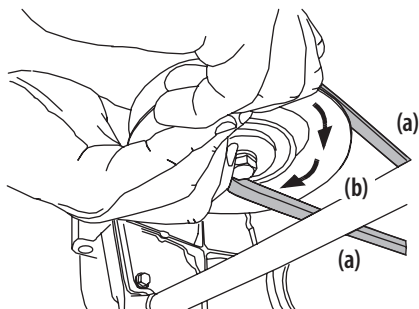

Figura 41
- d. Mientras sostiene la correa de la PTO (a) hacia abajo, siga girando la polea de la PTO (b) hasta que la correa de la PTO (a) se deslice fuera de la polea (b). Consulte la Figura 41.
8. Tire del lado derecho de la correa de la PTO hacia atrás y coloque el lado V angosto de la correa de la PTO en la polea de la PTO. Consulte la Figura 41.
9. Mientras sostiene la correa y la polea de la PTO juntas, gire la polea de la PTO hacia la izquierda (Vea la Figura 41). Siga sosteniendo y rotando la polea de la PTO y la correa de la PTO hasta que la correa de la PTO se enrolle totalmente en la polea de la PTO.